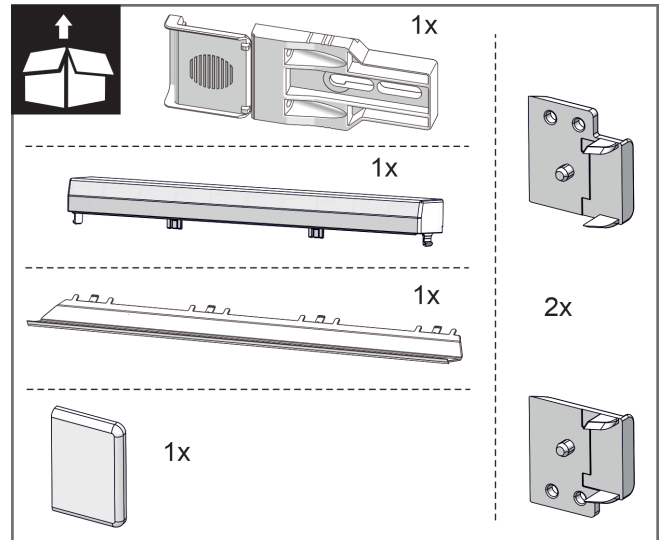
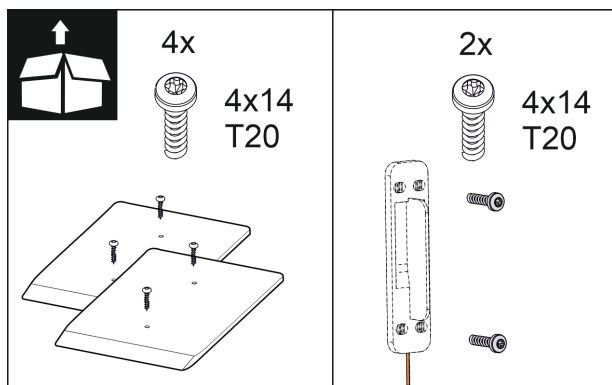

Fig. 11
Fig. 17
2. Contrôler les pièces nécessaires au montage fournies. *Fig. 11 () à Fig. 17 ()*
Pièces nécessaires au montage fournies *Fig. 11 () à Fig. 17 ()*